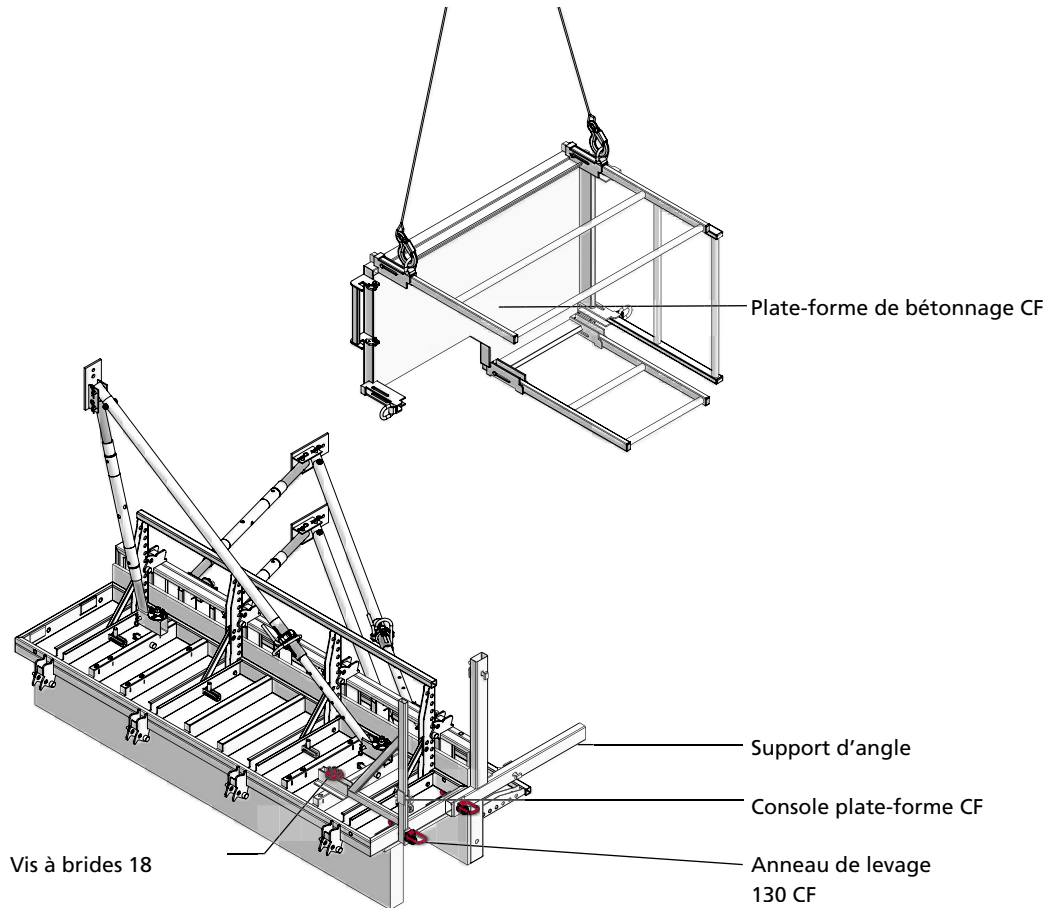

Fig. 8.1
2. Relever le garde-corps de la plate-forme de bétonnage. Ensuite, accrocher une élingue de levage à 2 brins aux œillets de levage à 2 brins de la plate-forme (Fig. 8.1).